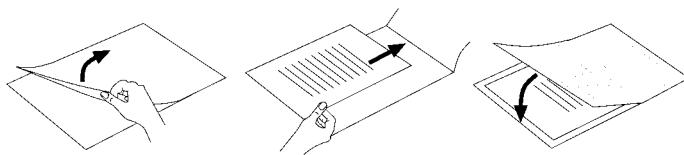

Abb. 2
- ▶ Beachten Sie, dass Sie lediglich eine Folie zum Laminieren verwenden. Klappen Sie diese vorher auf, wie beispielsweise in Abb. 2 dargestellt.
- Beachten Sie, dass Sie lediglich eine Folie zum Laminieren verwenden. Klappen Sie diese vorher auf, wie beispielsweise in Abb. 2 dargestellt.